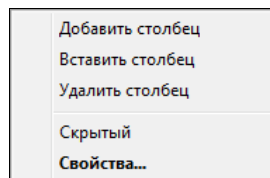
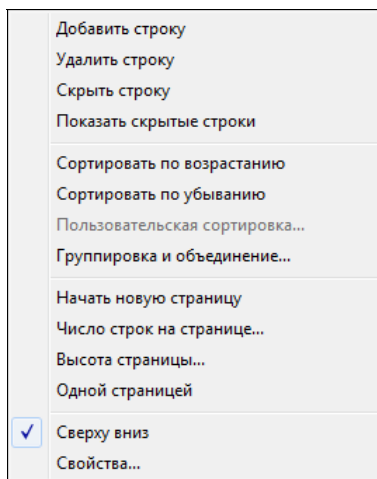
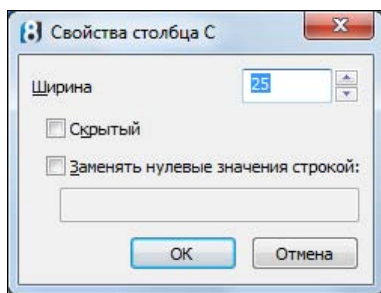
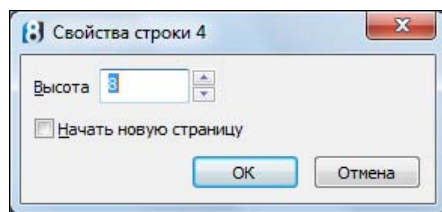

Рис. 4.61. Меню Столбцы
Рис. 4.62. Меню Строки
Рис. 4.69. Окно Свойства столбца
Рис. 4.70. Окно Свойства строки
- ◆ **Столбцы** — работа со столбцами (рис. 4.61);
- ◆ **Строки** — работа со строками (рис. 4.62);
Для изменения размеров строк и столбцов используются команды меню **Столбцы – Свойства** (см. рис. 4.61) и **Строки – Свойства** (см. рис. 4.62). При этом открываются диалоговые окна **Свойства столбца** (рис. 4.69) и **Свойства строки** (рис. 4.70).